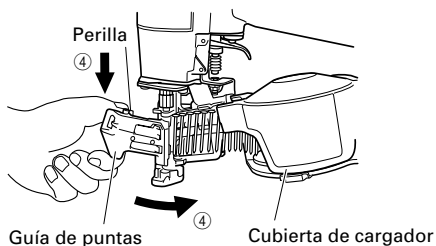

Fig. 5
- ④ Empuje las puntas hacia la derecha. Después de comprobar que la cubierta del cargador se encuentra cerrada, enganche sus dedos en la guía de puntas y la perilla, gire la guía de puntas en el sentido de las agujas del reloj mientras aprieta la perilla hacia abajo, y luego cierre completamente la guía de puntas. (Fig. 5)